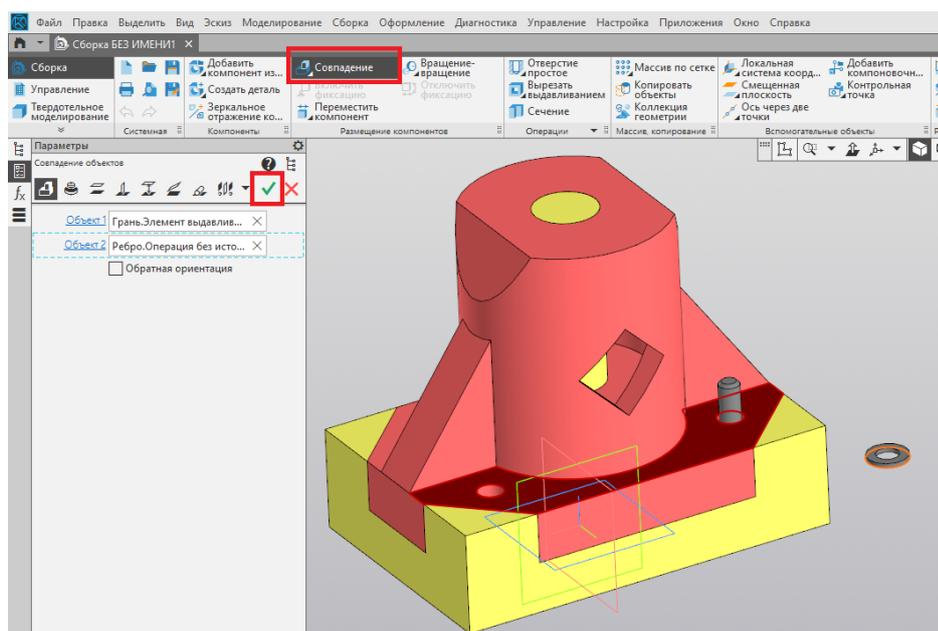

Рис. 64
16. Для шайбы потребуется ограничение «Совпадение» верхней грани основания корпуса и нижней грани шайбы. Подтверждаем команду нажатием на зелёную галочку (рис. 64).